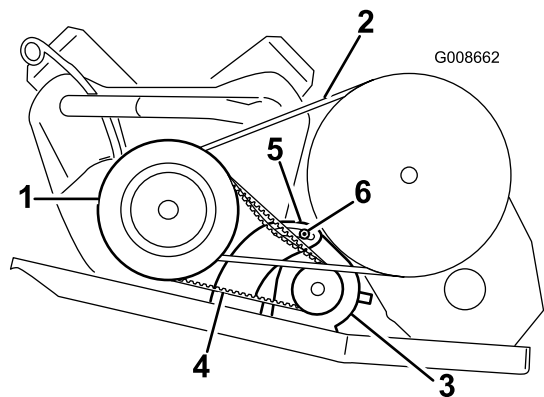

Figura 47
2. Afloje la tuerca del pivote del generador de arranque (Figura 47).
4. Incline el motor de arranque en la ranura hasta que la correa se desvíe 6 mm aplicando una fuerza de 44 N (Figura 47).
5. Apriete la tuerca del generador de arranque y retire la palanca (Figura 47). Apriete la tuerca a 88-115 Nm.